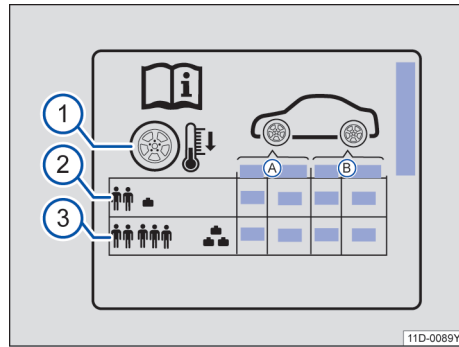

图 161 胎压标签上的图标
胎压标签上的数据 → 图 161:
- 在有效负荷较大时要相应地调整轮胎压力→图 161③。